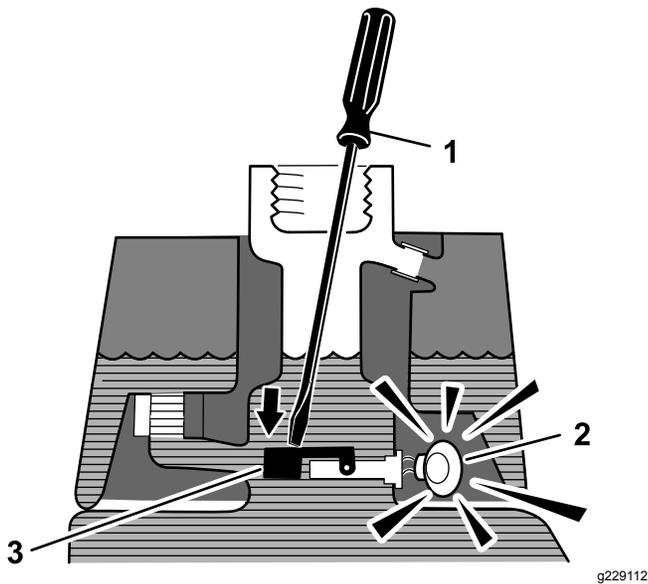

Bild 16
3. Stecken Sie eine saubere Stange oder einen Schraubenzieher in den Einfüllstutzen des Behälters und drücken Sie den Schwimmerschalter (Bild 16) leicht nach unten. Der Alarm sollte nach einer Sekunde ertönen.